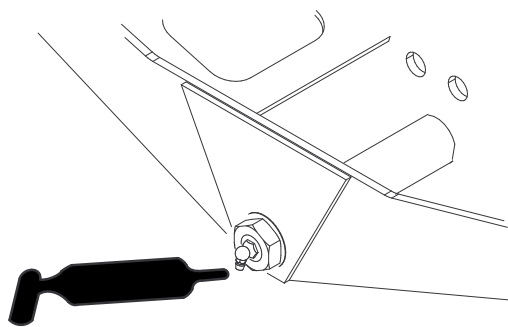

Рисунок 50
- Ось поворота моста (1 шт.) (Рисунок 50)